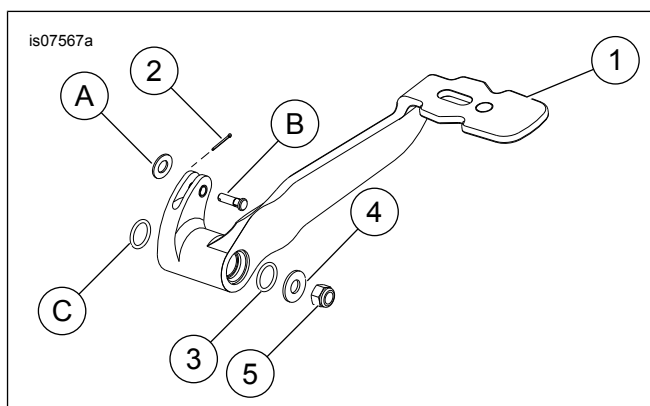

Figure 1. Pièces de rechange : Levier de frein arrière (illustration type)
Consultez Figure 1 et Tableau 1 .
1. Figure 1 Retirer la goupille fendue et la rondelle (A) de l'axe de chape du maître-cylindre. Jeter la goupille fendue.
1. Figure 1 Insérez des joints toriques **neufs** (3) de chaque côté des bagues de levier. Monter le nouveau levier de frein de style billette (1) sur l'arbre.
2. Aligner les trous du levier et de la tige de frein et insérer l'axe de chape d'origine (B).
3. Installer la petite rondelle plate mise de côté sur l'axe de la chape. Insérer la nouvelle goupille fendue (2).
4. Monter la grande rondelle plate (4) et le contre-écrou (5) du kit. Serrer le contre-écrou. Serrer.